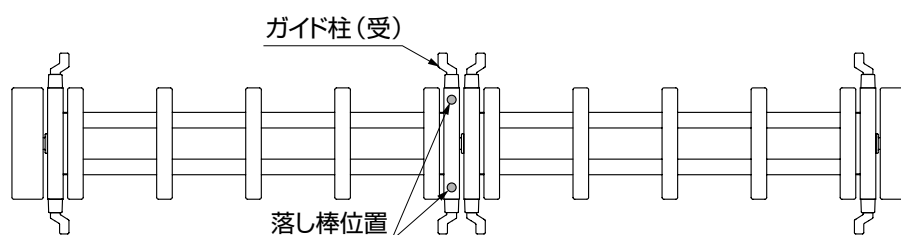

図12-5 左右・中央両開閉仕様:本体を閉じたときの落とし棒位置
- 両開き、直線収納・両開きも同じ内容になります。(図12-5参照)